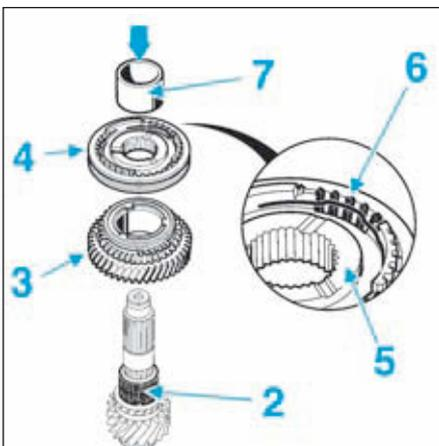

FIG.35
- Mettre en place la cage à aiguilles (2) (Fig.35).
- Reposer le pignon fou de 3° (3) muni de sa synchronisation triple cônes.
- Respecter le sens de repose du moyeu baladeur de 3°/4° (4) :*
- grande face d'appui du moyeu côté pignon fou de 4° (5).
- larges dents de crabotage du baladeur côté pignon de 4° (6).
- Reposer le moyeu baladeur de 3°/4° (4) à l'aide d'un mandrin de diamètre approprié indice "L".
- Reposer la bague sous pignon fou de 4° (7) à l'aide d'un mandrin de diamètre approprié indice "N" et appliquer une pression de 5 tonnes avec la presse d'atelier.